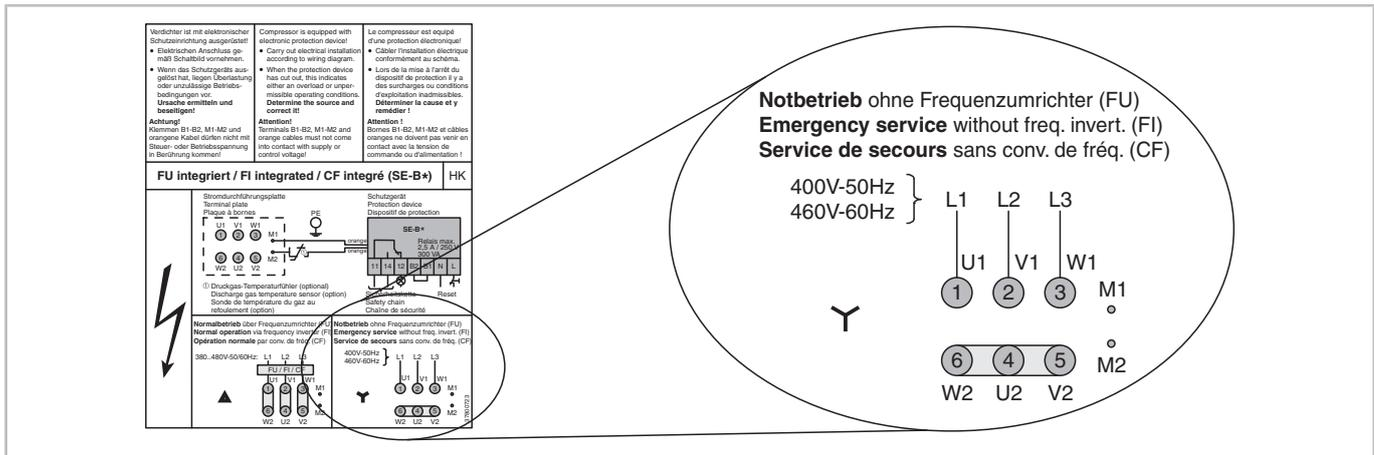

Abb. 12: Aufkleber im Anschlusskasten der Verdichter mit .F1 (Notbetrieb)
Verdichter direkt an die Spannungsversorgung anschließen (siehe Abbildung 12, Seite 18)
- ▶ Anschlusskizze für Verdichternotbetrieb befindet sich im Anschlusskastendeckel des Verdichters (siehe Abbildung 12, Seite 18).
- Die Bolzenklemme W2/U2/V2 der Motorklemmleiste brücken (siehe Abbildung 12, Seite 18).